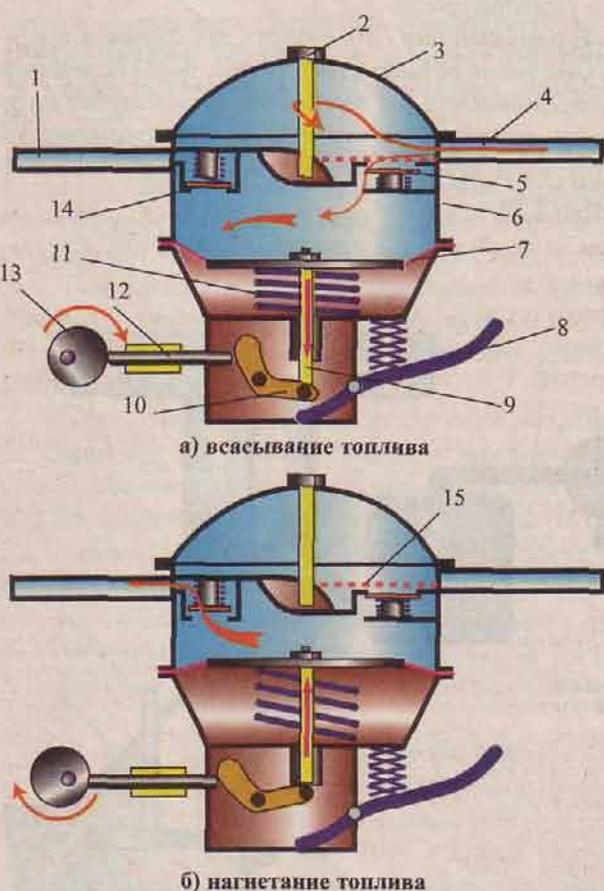

Рис. 14 Схема работы топливного насоса.
**Топливный насос** - предназначен для принудительной подачи топлива из бака в карбюратор. Насос состоит из (рис. 14): корпуса, диафрагмы с пружиной и механизмом привода, выпускного и нагнетательного (выпускного) клапанов. В нем также находится сетчатый фильтр для очередной - четвертой ступени очистки бензина.